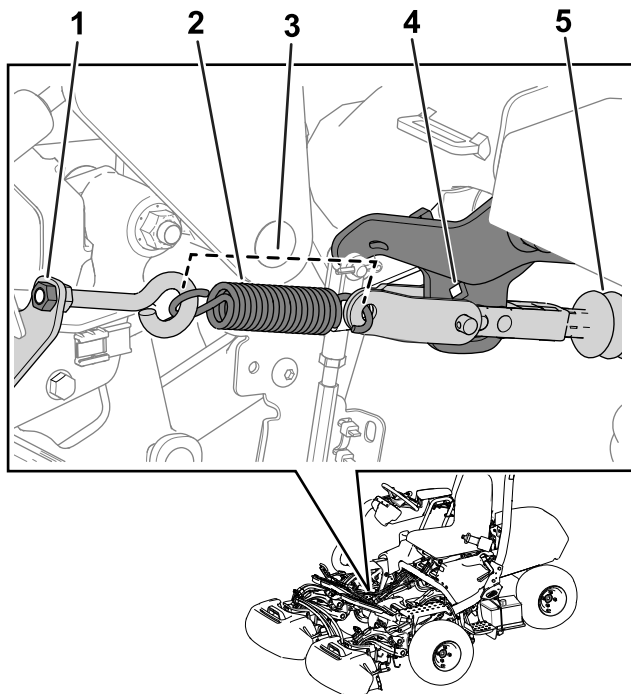

図 41
注 手順については図 41を参照。
3. アイボルトのナットを締め付けてスプリングの長さ取り付けた状態を 11.4 cm にする図 41。